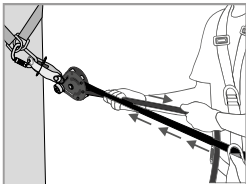
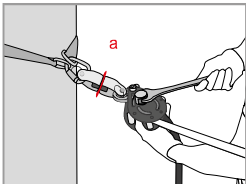

Fig 3
Fig 4
Po zamontowaniu linki bezpieczeństwa należy ustawić jej naciągnięcie przez manualne naprężenie linki (od strony węzła krańcowego – Rys. 3). Krzywka (8) oraz dźwignia krzywki (4) powinny automatycznie zbliżyć się do linki. Zaciśnąć dźwignię krzywki (4), a następnie za pomocą odpowiednio dopasowanego klucza naciągnąć linę na osi regulacji naciągnięcia (1), aż podkładka wskaźnika naciągnięcia (a) znajdująca się pod wskaźnikiem naciągnięcia (2) zacznie się swobodnie obracać (Rys. 4). PRZESTĄC DOKRĘCAĆ, jak tylko podkładka zacznie swobodnie się poruszać! Ruch ten odpowiada wstępnemu naciągowi linki o wartości około 0.5 kN. Podczas użytkowania należy regularnie sprawdzać naciągnięcie linki (obroty podkładki wskaźnika naciągnięcia) i w razie konieczności uregulować je zgodnie z powyższym opisem.